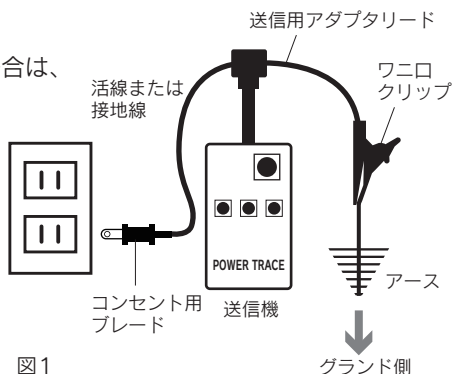

図1
1. 送信用アダプタリードの一方のワニ口クリップをアース棒等を使用して直接接地します。(P6図1参照)
3. 送信用アダプタリードを送信機に接続します。(P9図1参照)
2. 他方のワニ口クリップをショート又は接地しているケーブルに接続します。(P9図1参照)
2. 他方のワニ口クリップを識別するケーブルにクリップします。(P9図1参照)